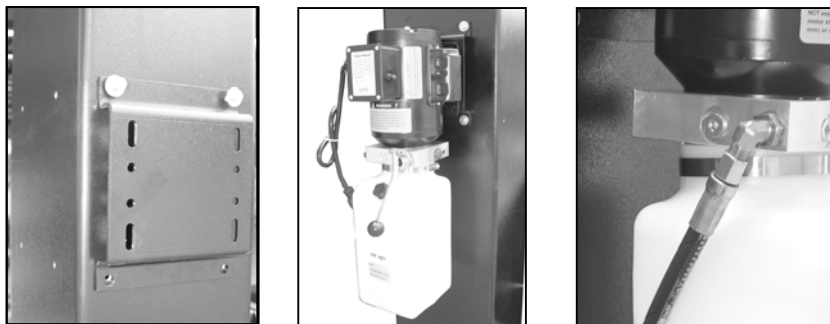

Figura: 6-A, B, C Pompa e tubo flessibile
- 6) Montare la pompa motorizzata sul retro della colonna. Fissarla con viti e dadi. Collegare il tubo flessibile del cilindro alla motopompa. (Fig. 6-A, B, C) Il tubo ha connettori diversi alle due estremità. Assicurarsi che l'estremità del tubo flessibile si adatti al cilindro. All'estremità del tubo flessibile del cilindro è presente un O-ring. Assicurarsi che i fissaggi siano ben stretti.